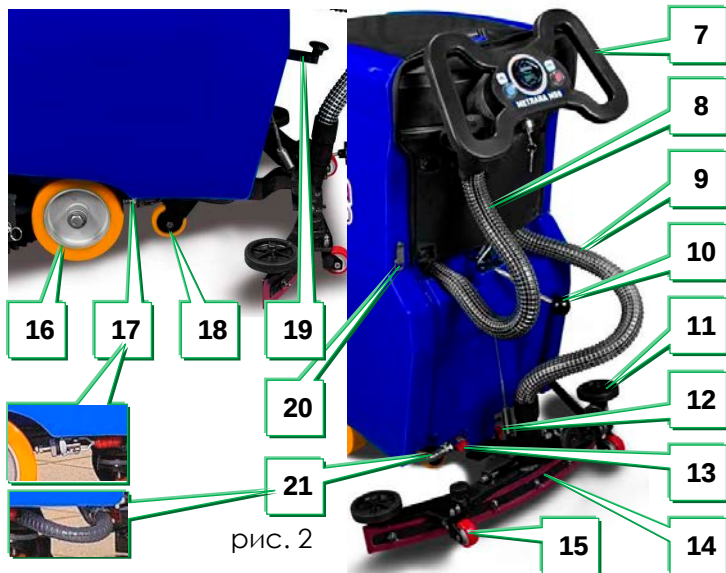
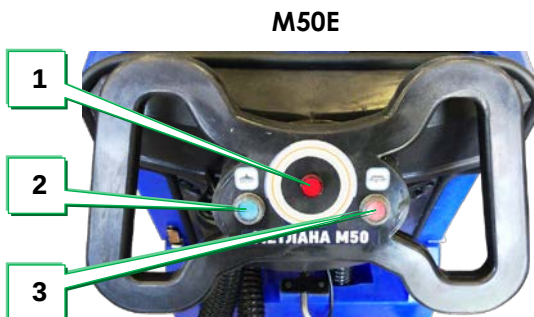

рис. 2
рис. 3
Отдельные части и органы управления машины показаны на рисунках (рис.1 и рис.2):
Элементы панелей управления машины показаны на рисунках (рис.3 и рис.4):
Убедитесь, что ручной стояночный тормоз (рис.2 поз.17) отпущен.
Откройте защелку-фиксатор (рис.2 поз.20) и откиньте верхний бак. Внутри находится пластиковая емкость, которую нужно наполнить водой или песком. Данная емкость в кабельной модификации машины, при отсутствии АКБ, выполняет роль утяжелителя для выравнивания центра тяжести.
Включите вилку питающего провода, находящегося под рулем машины, в сеть 220В. Загорится красный индикатор (рис.3 поз.1).
Откройте защелку-фиксатор (рис.2 поз.20) и откиньте верхний бак. В аккумуляторном отсеке соедините разъем кабеля АКБ с разъемом кабеля машины.
Установите моющую щетку. Для этого положите щетку на пол щетиной вниз рядом со щеточным узлом (рис.1 поз.6), поднимите щеточный узел нажатием ноги на педаль рычага подъема и опускания щеточного узла (рис.2 поз.19) и передвиньте машину так, чтобы щеточный узел полностью накрыл щетку. Отпустите педаль рычага подъема и опускания щеточного узла. Щеточный узел должен опуститься и придавить щетку к полу. Убедитесь, что ступица крепления щетки попала во фланец, находящийся в центре щетки. Затем, кратковременным включением мотора щетки (включить и выключить кнопку рис.3 поз.3, или рис.4 поз.4) закрепите щетку на машине.
Откройте кран подачи воды, он находится внизу задней части машины (рис.2 поз.13). Подаваться вода (раствор моющего средства) будет сразу на щетку самотеком.
Опустите водосборную балку (рис.1 поз.14), повернув вниз рычаг (рис.2 поз.10) и включите вакуумный мотор (нажать на кнопку рис.3 поз.2, или рис.4 поз.5).
Включите мотор щетки (нажать на кнопку рис.3 поз.3, или рис.4 поз.4). Машина начнет очищать поверхность.
При наполнении бака закройте кран подачи чистой воды и дайте машине продвинуться еще на несколько метров вперед, чтобы собрать остатки вытекшей воды. Выключите мотор привода щетки и поднимите щеточный узел, нажав ногой на педаль рычага (рис.2 поз.19) до упора вниз и немного сдвинув его влево. Щеточный узел должен зафиксироваться в верхнем положении. Затем, поднимите водосборную балку, повернув рычаг (рис.2 поз.10) вверх, и выключите вакуумный мотор. Откатите машину к дренажному трапу или другому месту слива грязной жидкости. Слив осуществляется с помощью шланга (рис.2 поз.8).
- с помощью крана (рис.2 поз.12) слейте остатки воды (моющего раствора) из бака чистой воды;